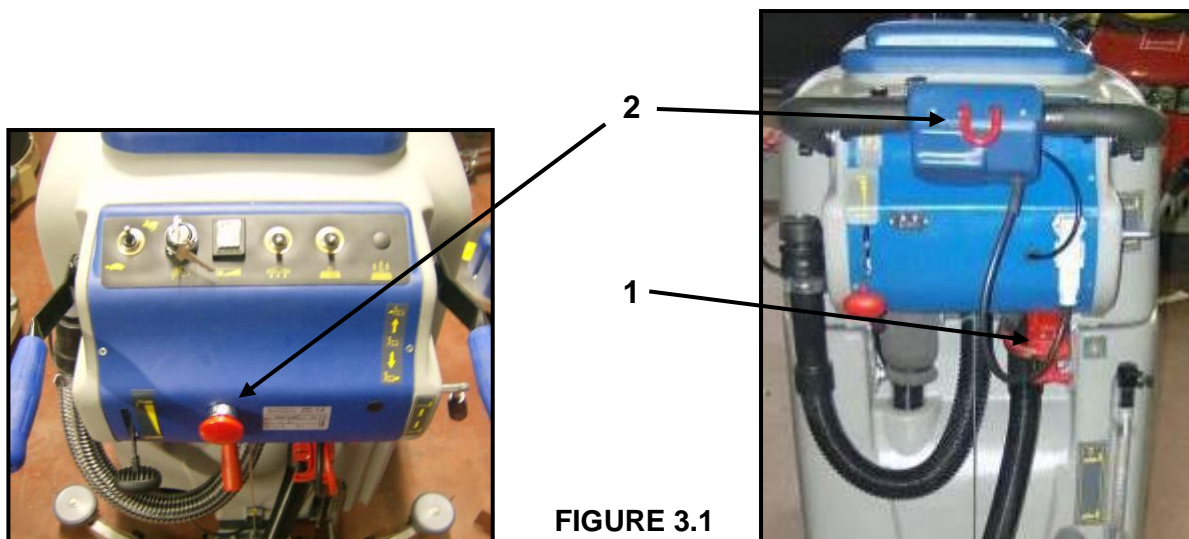

FIGURE 3.1
- **Prise de courant** (détail 1, figure 3.1) : utilisée pour la charge des batteries. En cas d'urgence, cette prise peut être extraite de la fiche en intervenant sur la poignée. Avant d'utiliser la machine l'opérateur doit se familiariser avec l'utilisation du système de sécurité de telle sorte qu'en cas d'urgence son utilisation soit instantanée. Ne pas rétablir le système de sécurité avant de résoudre l'anomalie, au besoin en faisant appel à un technicien spécialisé.